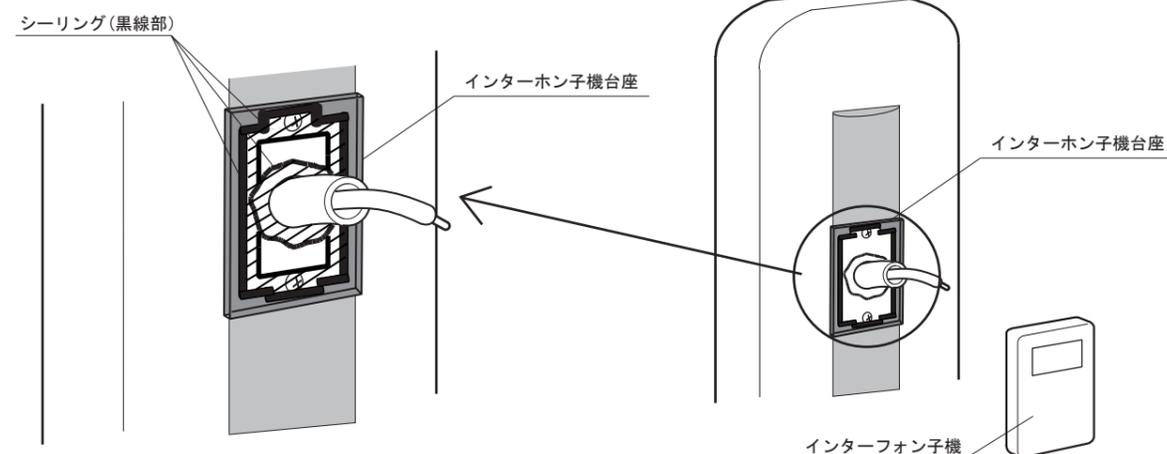

図 1
1. 照明や表札を取付けるスペースを考慮し、インターフォン取付位置を図1を参考に決定してください。